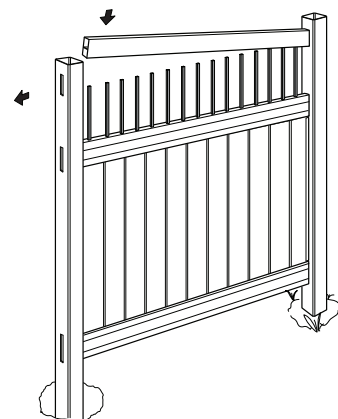

fig. 11
STEP 9 – Follow the process in Step 7 to insert the top rail into the routed hole of the post. Carefully place the top rail over the balusters, making sure each baluster slides into the routed holes in the top rail (fig. 11). Once the rail is securely locked in, the pickets will form a solid panel. Backfill the second post with concrete and make sure it's set before moving down the fence line. This will always allow one post to be anchored while each panel section is assembled. To continue building your fence line, repeat Steps 1-9.
ÉTAPE 9 – Suivez la procédure de l'étape 7 pour insérer le rail supérieur dans le trou du poteau. Placez soigneusement la traverse supérieure sur les balustres, en veillant à ce que chaque balustre glisse dans les trous percés dans la traverse supérieure (fig. 11). Une fois la traverse verrouillée fermement, les piquets formeront un panneau solide.